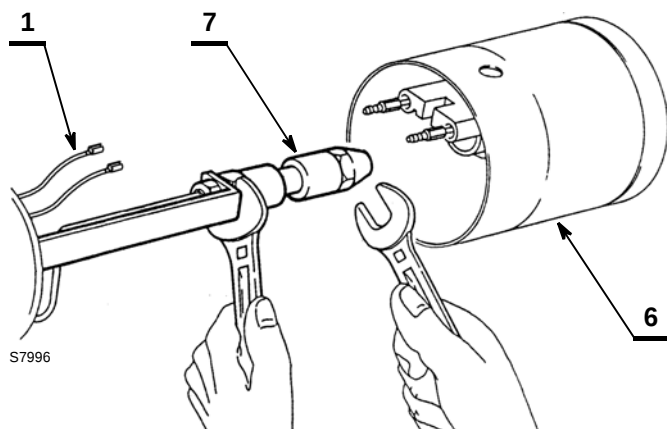

Fig. 27
- Remplacer le gicleur 7) (Fig. 27) en tenant le porte gicleur à l'aide d'une clé.